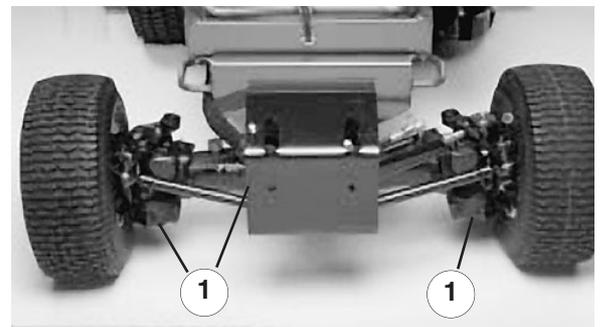

Bild 52
2. Reinigen Sie den Bereich um die Verschlusschrauben (Bild 52).